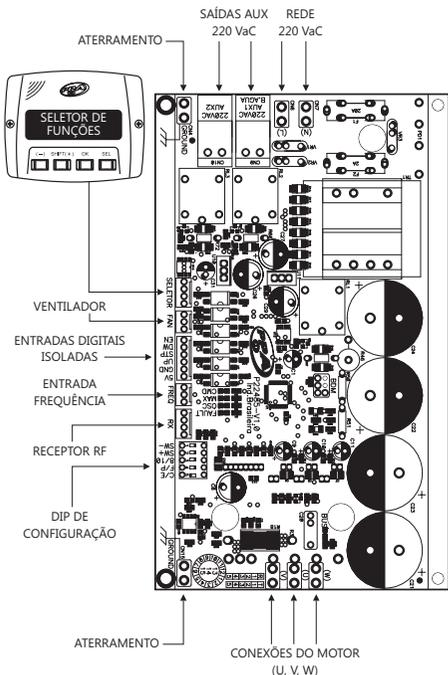

Figura 1 - Visão geral do Inversor 2CV PPA.
O Inversor PPA possui uma entrada serial isolada para comunicar-se com o Seletor PPA. Através dele, é possível configurar o inversor para funcionar com climatizadores de ar. Primeiramente configure a DIP SWITCH conforme o item 2.6. (Veja na figura 1 como deve ser conectado o seletor).